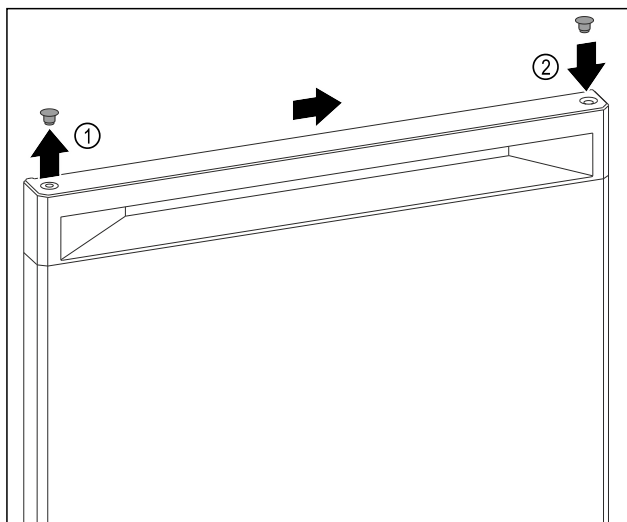

Fig. 7
- Pomocí plochého šroubováku opatrně zvedněte krycí zátku na horní straně dvířek Fig. 7 (1).
- Zasuňte krycí zátku na opačné straně. Fig. 7 (2)